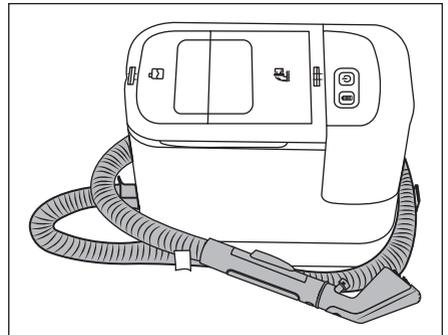

Abb. 10
- i **Hinweis:** (1) Leeren Sie den Frischwasserbehälter 2 aus, wenn Sie das Gerät eine längere Zeit nicht benutzen. (2) Bewahren Sie das Gerät nur im gereinigten Zustand auf. Beachten Sie hierzu die Beschreibung im Kapitel **Reinigung und Pflege**.
- ◆ Ziehen Sie die Schlauchhalterung 15 aus dem Gerät. Legen Sie den Sprüh-/Saugschlauch 19 um das Gerät und verwenden dabei die Schlauchhalterungen 15/16 (siehe Abb. 10).